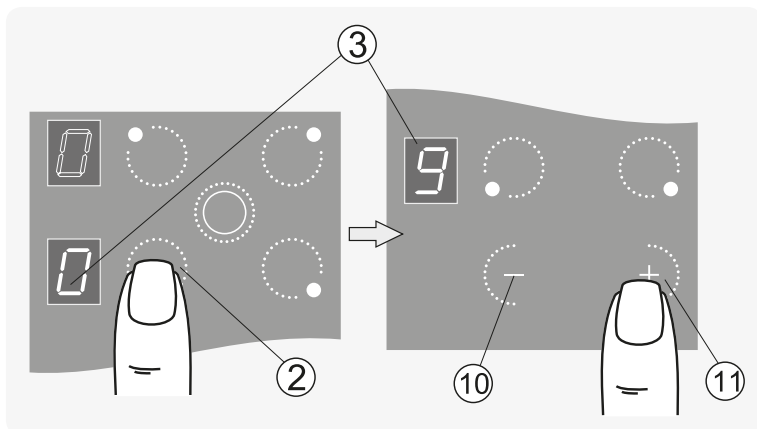

Рис.30
1. Коснуться зоны «②» с обозначением выбранной конфорки, после чего конфорка перейдет в режим управления. В соответствующем окне индикации мигает «0» (рис. 30).